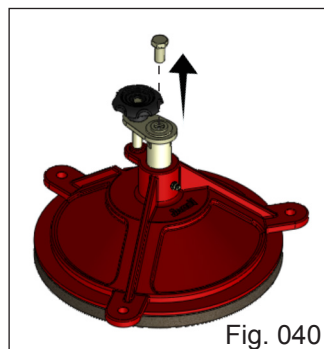
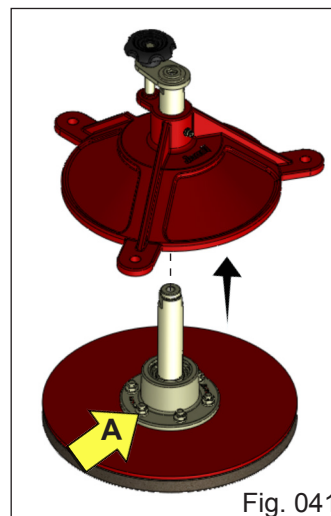

Fig. 040
Fig. 041
- Remova o parafuso (Fig. 040) e desmonte o conjunto do Embolo (Fig. 041);
- Remova os parafusos que fixam o Mancal (Fig. 041) "A";
- Quitar el tornillo (Fig 040) Y desmontar el conjunto de pistón; (Fig. 041)
- Quite los tornillos que fijan el cojinete (Fig. 041) "A";
- Remove the screw (Fig. 040) And disassemble the piston assembly (Fig. 041);
- Remove the screws that secure the bearing (Fig. 041) "A";